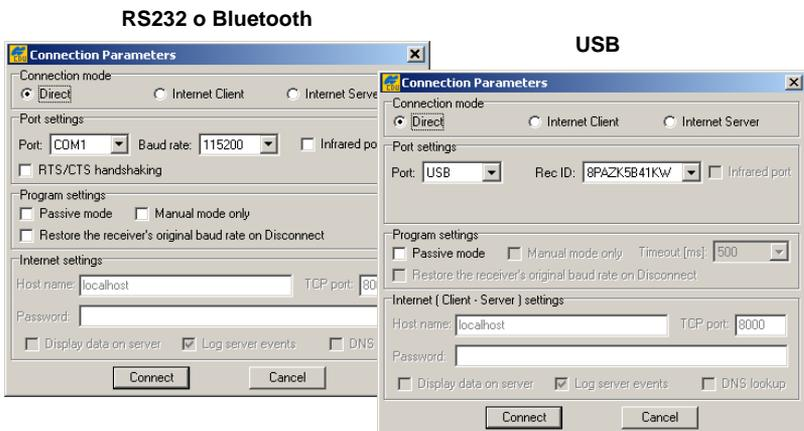

Figura 3-7. Parámetros de Conexión
- En el cuadro de diálogo **Connection Parameters**, seleccione los siguientes parámetros (Tabla 3-4) y haga clic en **Connect** (Figura 3-7).